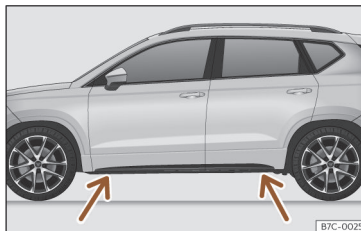

Fig. 35 Puntos de apoyo del gato.
- Busque en el larguero la marca del punto de apoyo del gato (zona hundida) más cercano a la rueda a cambiar >>> fig. 35.